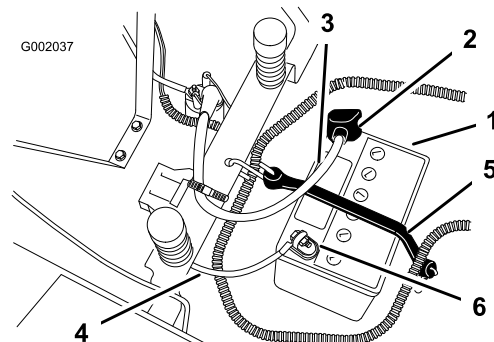

Figure 33
4. Débranchez le câble négatif (noir) de mise à la masse de la borne de la batterie (Figure 33).
5. Repoussez le capuchon en caoutchouc sur le câble positif (rouge). Débranchez le câble positif (rouge) de la borne de la batterie (Figure 33).
6. Enlevez la sangle de maintien de la batterie (Figure 33) et ôtez la batterie de son support.
- Placez la batterie sur son support, les bornes à l'opposé du panneau de commande (Figure 33).
- Fixez les câbles à l'aide de 2 boulons (1/4 x 3/4 pouce), 2 rondelles (1/4 pouce) et 2 écrous (1/4 pouce) (Figure 33).
- Fixez la batterie en place à l'aide de la sangle de maintien (Figure 33).